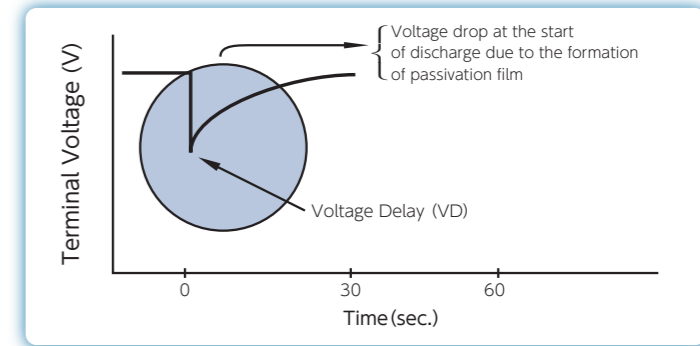

Fig. 1 Voltage Delay
- 塩化チオニルリチウム電池の自己放電は極めて少なくなっています。これは負極電極表面に不動態膜(塩化リチウム皮膜)が形成されており、この不動態膜により長期貯蔵を可能にしています。その反面、電池に負荷を掛けた時にこの不動態膜が抵抗となり一時的に電圧低下が起こります。……………(図1)貯蔵期間が長期になればなるほどリチウム表面の皮膜は成長し、電圧低下 (Voltage Delay現象) を引き起こします。機器の使用条件 (環境、電流値) にもよりますが、この電圧低下によって作動不良を起こす恐れがありますので、長期の貯蔵は推奨いたしません。弊社としては、1年以内に使用開始していただくことを推奨しています。
(図1) 過渡最低電圧
- The self-discharge amount of Thionyl Chloride Lithium Batteries are very low. This is due to the passive film (lithium chloride film) formed on the surface of the negative electrode which allows long term storage. On the other hand, when load is applied to the battery, this passive film acts as resistance, creating a temporary voltage drop. …… Fig. 1 As the storage period is prolonged, the film formation on the lithium surface will grow accordingly, thus leading to a voltage drop known as the voltage delay phenomenon. Any prolonged storage should be avoided because such a voltage drop might cause malfunction, although the situation varies depends on device usage conditions (such as the environment and current value). We also recommend that you will start using the battery sometime within one year after purchase.